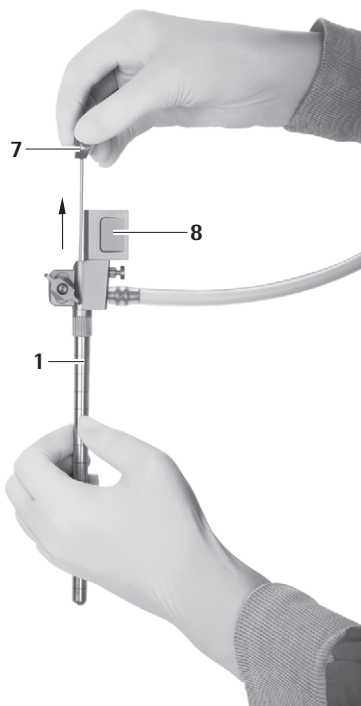

Fig. 9
- ▶ Scoateți cu grijă obturatorul pentru canalul de lucru oval 7 din trocarul MINOP InVent 1, vezi Fig. 9.